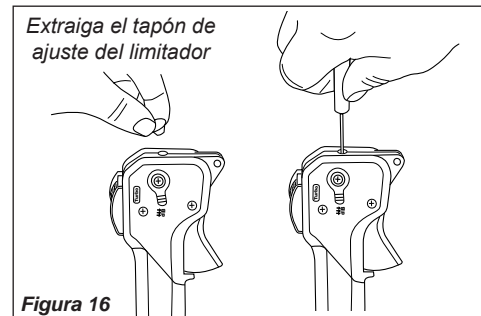

Figura 16
1. Saque el tapón ubicado en la parte superior del ensamble del acelerador. Consulte la Figura 16.
2. Mueva la palanca del limitador del acelerador hasta la configuración "dB". Consulte la Figura 16.